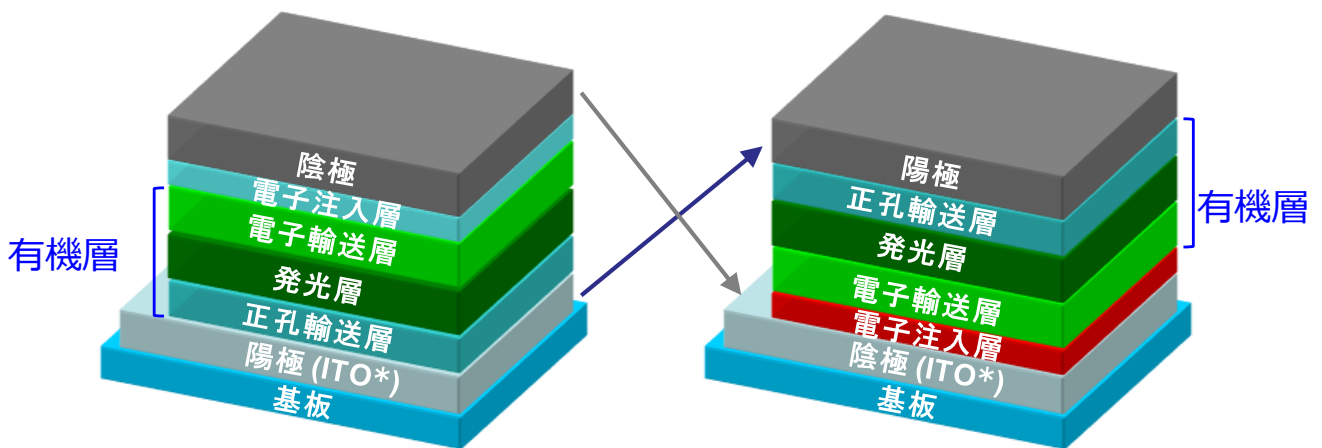

図1 OLED (従来の構造)
- 従来の OLED は、基板上に陽極、有機層、電子注入層、陰極の順序で積層して成膜していきます(別紙 図 1)。基板材料としてフィルムを用いた場合には、時間の経過とともに基板側および陰極側の両方向から、大気中の酸素や水分が進入し、電子注入層と陰極を劣化させ寿命が短くなります。